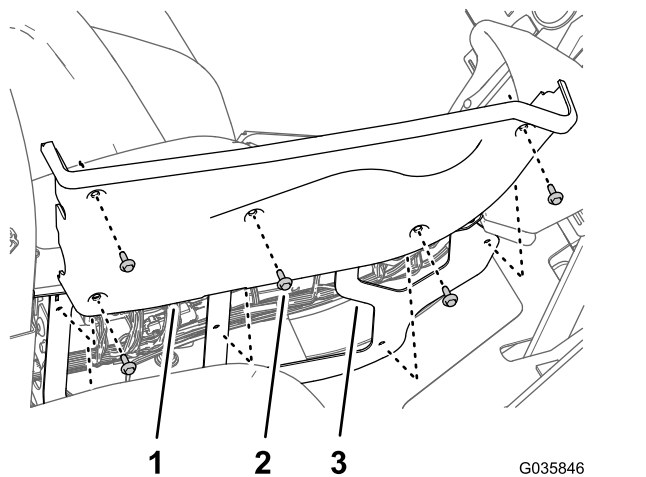

図 38
1. 右サイドカバーを中央コンソールに固定しているフランジヘッドボルト $\frac{1}{4} \times \frac{3}{4}$ "5本を外す 図 38。
2. 中央コンソールパネルから、左右のブーム昇降用のロッカースイッチを外す 図 38。
6. 右サイドカバーの穴を、中央コンソールのフレームの穴に合わせる 図 38。
7. 中央コンソールにサイドカバーを固定する 図 38 フランジヘッドボルト $\frac{1}{4} \times \frac{3}{4}$ "5 本ステップ 1 で外したものを使用する。